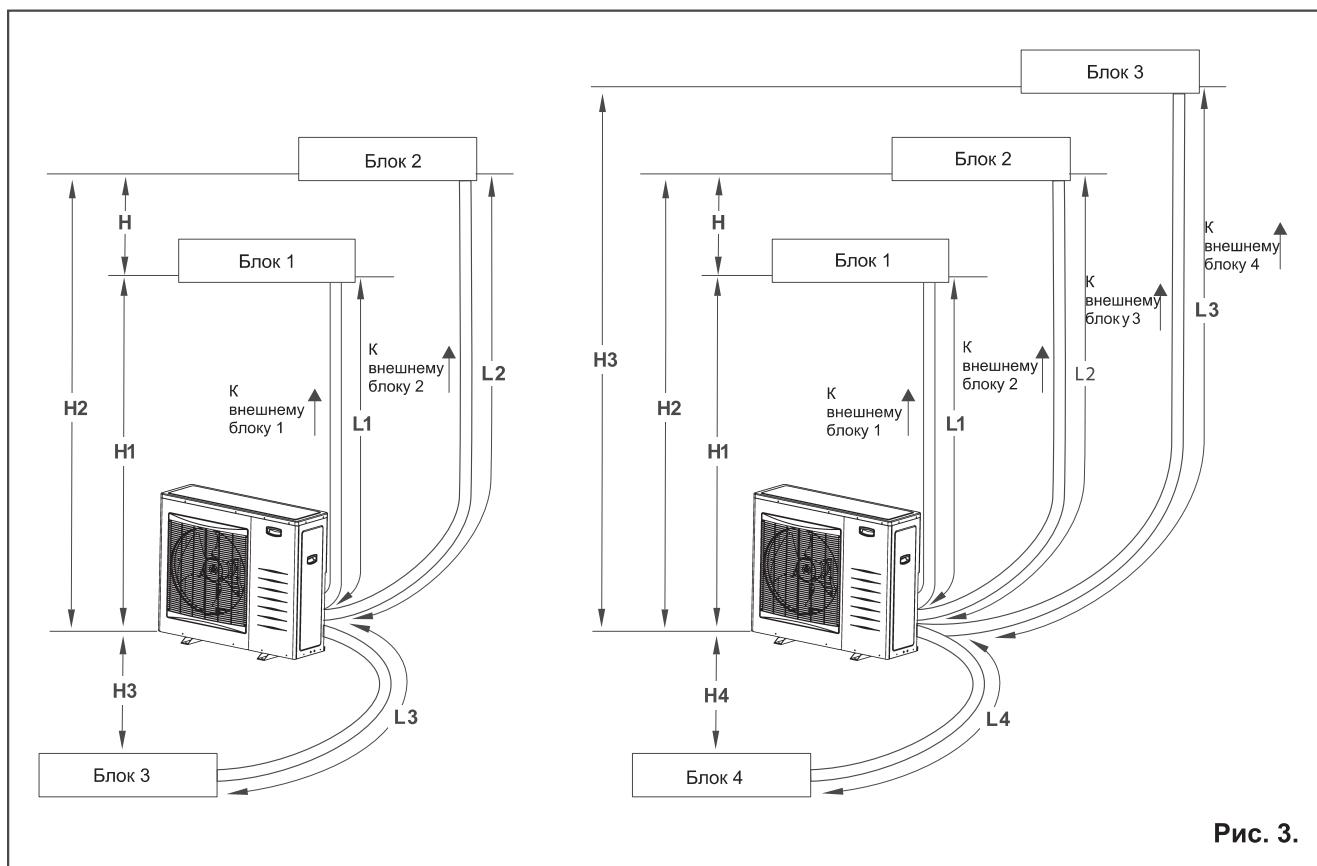

Рис. 3.
- Соблюдайте установочные зазоры, указанные на Рис. 3.